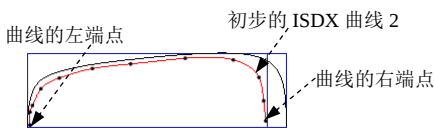
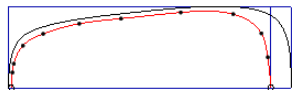

图 10.5.30 创建初步的 ISDX 曲线 2
图 10.5.31 对齐左、右端点
(4) 创建初步的 ISDX 曲线 2。单击 **样式** 功能选项卡 **曲线** 区域中的“曲线”按钮 ；在操控板中单击 按钮，绘制图 10.5.30 所示的初步的 ISDX 曲线 2，然后单击操控板中的 按钮。
(5) 编辑初步的 ISDX 曲线 2。
① 单击 **样式** 功能选项卡 **曲线** 区域中的 按钮，然后选取 ISDX 曲线 2。
② 按住 Shift 键，拖动 ISDX 曲线 2 的左、右端点，分别将其与基准曲线 3 的下面两个顶点对齐，如图 10.5.31 所示。